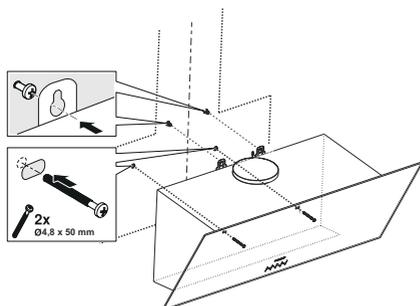

Fig. 13
1. ➤ Tenez l'appareil par son corps et placez-le sur les vis de suspension sur le mur et serrez les vis (Fig. 13).
2. ➤ Fixez l'appareil avec des vis 4,8 x 50 à travers le trou de montage à l'intérieur de l'appareil (Fig. 13).